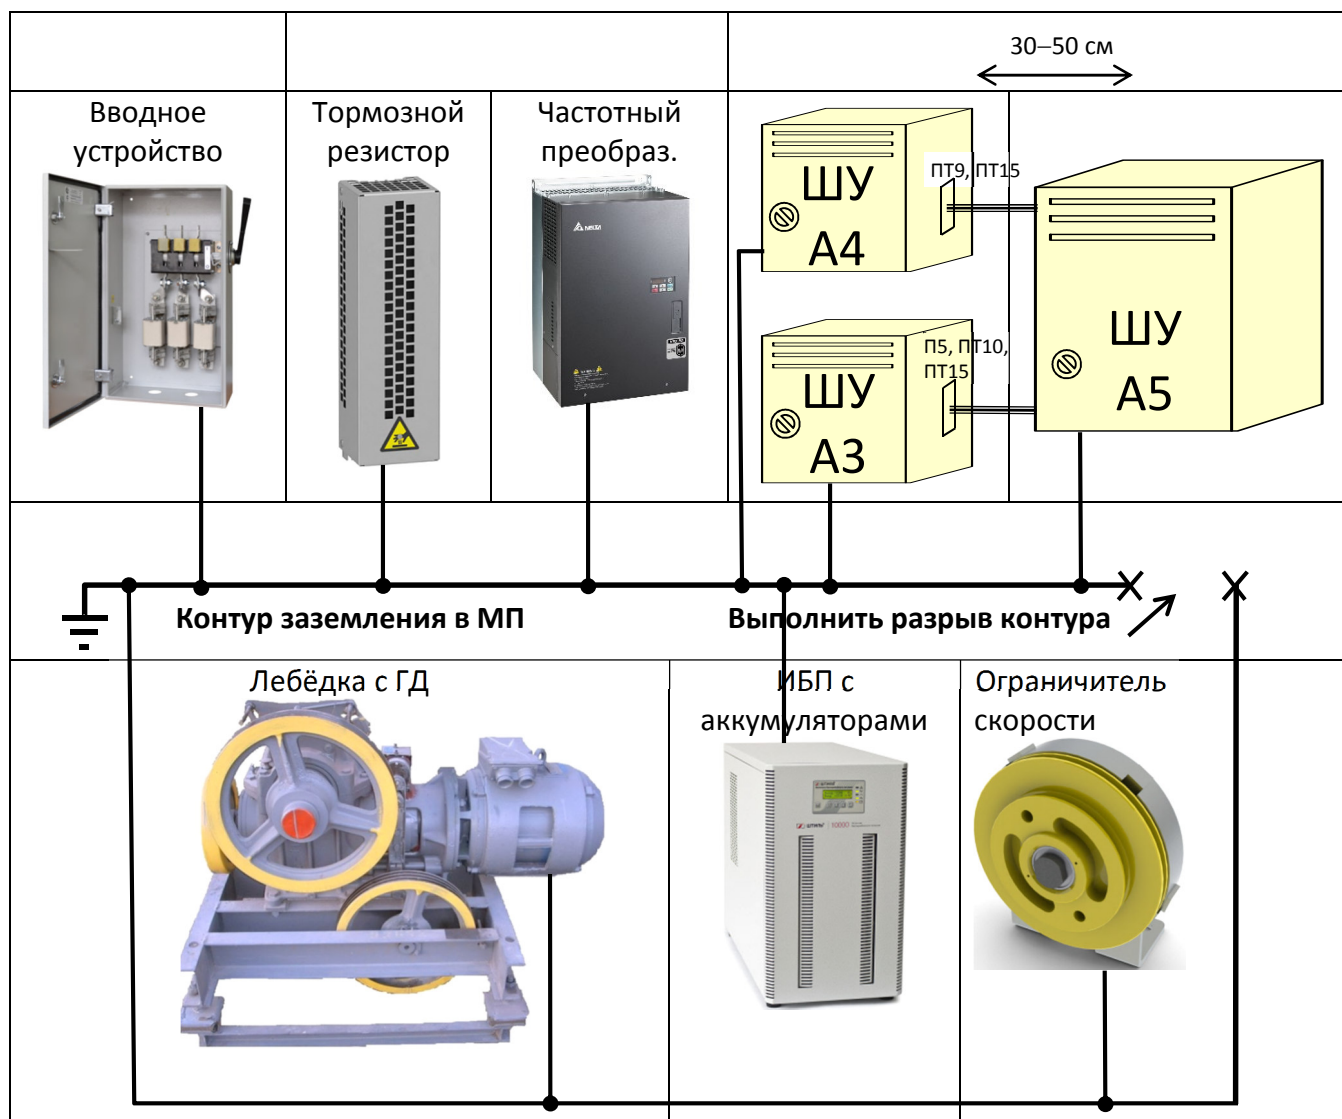

Рисунок 1 Рекомендуемое расположение узлов в МП
Для уменьшения влияния помех на электронные модули и узлы **СУЛ** рекомендуется располагать узлы **СУЛ** в МП в последовательности указанной на **Рисунок 1**
При расположении вводного устройства справа, размещение тормозного резистора, **ПЧ, ШУ А4, ШУ А5** должно быть сохранено в соответствии с **Рисунок 1**
- Выполнить монтаж ПЧ слева от ШУ А4, см. Рисунок 1